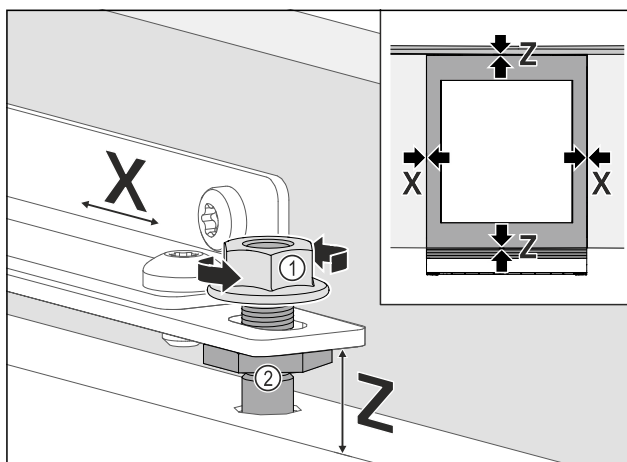

Fig. 97
- Nábytkové dvere bočne vyrovnajte: Uvoľnite poistné matice Fig. 97 (1), posuňte nábytkové dvere v smere X.
- Uťahnite poistné matice Fig. 97 (1).
- Vyrovnajte nábytkové dvere vo výške **Z** a vyrovnajte bočný sklon: Nastavte justovacie čapy Fig. 97 (2).